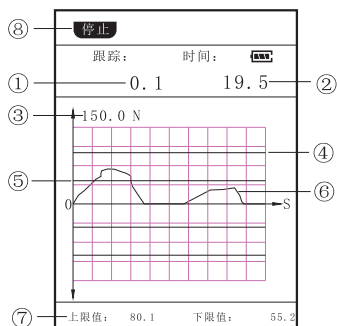

图9
- ⑧ 置零键：峰值与跟踪值清零（跟踪值清零范围为量程的 $\pm 5\%$ ）；
- ⑨ 保存键：按下此键将当前峰值与跟踪值存储到对应的数据位中，若此数据位已有数据，则进行替换；
- ⑩ ►键：第一功能切换键，按下此键将“置零”键、“保存”键、“开始”键、“►”键切换成“曲线”键、“数据”键、“单位”键、“返回”键；
- ⑪ 曲线键：按下此键进行曲线查看界面；
- ⑫ 数据键：按下此键进入数据查看界面；
- ⑬ 单位键：按下此键在N、kgf、lbf、ozf四种单位间循环切换；
- ⑭ 返回键：第二功能切换键，按下此键将“曲线”键、“数据”键、“单位”键、“返回”键切换成“置零”键、“保存”键、“开始”键、“►”键；
- ⑮ 开始键：按下此键进入测试界面（图9）进行曲线描点。
测试材料强度参数为“否”，显示上下限值大小（图9）；